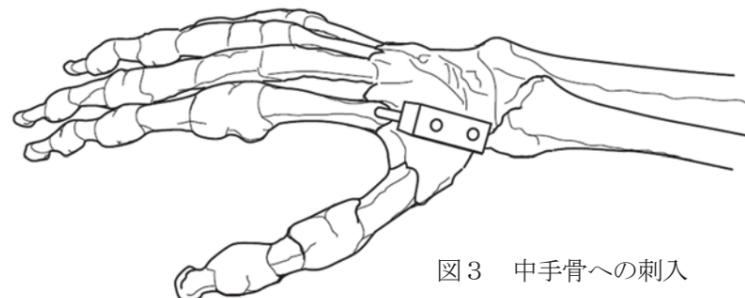

図3 中手骨への刺入
- ③ 刺入位置、角度を決めます。最初に中手骨近位に刺入します。このピンの刺入位置と角度は重要です。
- ④ 位置は中手骨骨底部のやや広がった部分です。角度は前額面から45°の角度をつけて刺入します。この時、中手間関節及び掌側の骨間筋や背側の伸展機構を損傷しないようにして下さい。(図3)
- ⑤ ドリリングをおこないます。まず刺入位置、角度が決まったら小切開します。シース付ガイドを差込み、付属の段付ツイストドリルで反対側の皮質骨を貫通するまでドリリングします。(図3) その際、低速で湿潤を保ちながらドリリングを行ないます。シース付ガイドやドリルが滑る場合は骨膜を剥離したほうがよいでしょう。
- ⑥ 中手骨近位にピンを刺入します。付属のピンインサーターを使用し、手回しにて刺入します。反対側の皮質骨を貫通したら刺入を終わります。ピンは1回転で約1mm刺入されます。ピンのねじれによる破損に注意します。若年層の場合、皮質骨が硬いので特に注意します。**※ピンを奥までしっかり入れてください。側面の穴から確認することができます。**
- ⑦ つぎにシース付ガイドのシースがない方の穴に刺入したピンを挿入します。中手骨遠位の刺入位置を決め、同様にドリリングの後、ピンインサーターを用いてピンを刺入します。